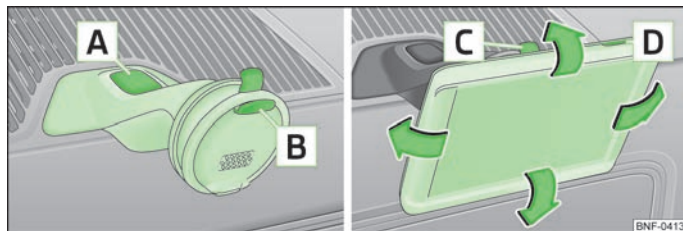

Abb. 75 Aufnahme des Multifunktionsgeräts / Multifunktionsgerät
- Das Multifunktionsgerät zuerst in die obere Halterung **[B]** » Abb. 75 einsetzen und dieses an der Unterseite in die Aufnahme drücken, bis dieses einrastet » **!**
- Die Neigung kann durch Bewegen des Multifunktionsgeräts in Richtung der Pfeile » Abb. 75 in die gewünschte Stellung eingestellt werden » **!**
- Mit der anderen Hand die Entriegelungstaste **[C]** » Abb. 75 drücken und das Gerät entnehmen.
- Mit der anderen Hand die Entriegelungstaste **[A]** » Abb. 75 drücken.
- Das Multifunktionsgerät durch Drücken der Taste **[D]** » Abb. 75 einschalten.